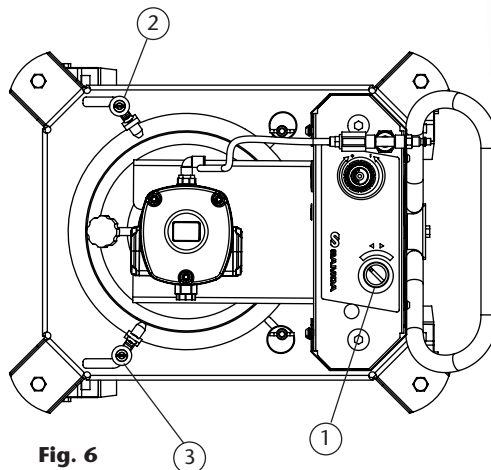
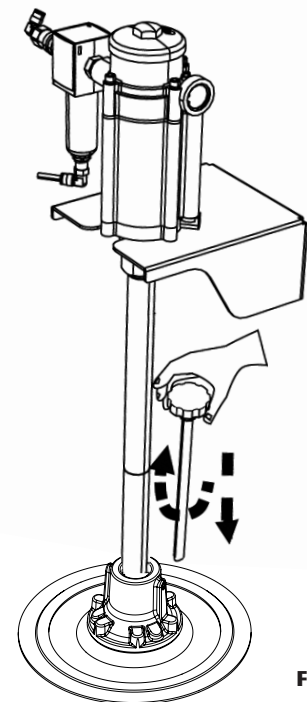

Fig. 6
Fig. 7
2. Seleccione la posición "up" en el mando del elevador (pos. 1) (fig. 6), para conseguir que tanto la bomba como el plato lleguen a la parte superior.
3. Abra las grapas de sujeción del bidón (pos. 2) (fig. 6).
5. Cierre las grapas de sujeción del bidón (pos. 2) (fig. 6).
6. Seleccione la posición "off" en el mando del elevador (pos. 1) (fig. 6). Plato y bomba bajarán por su propio peso.
8. Seleccione la posición "down" en el mando del elevador (pos. 1).
10. Introduzca de nuevo el purgador del plato seguidor (fig. 7).